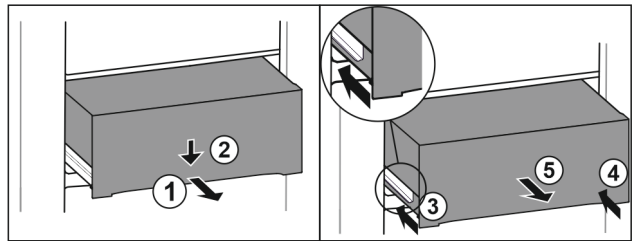

Fig. 100
- ▶ Витягніть ящик на половину. Fig. 100 (1)
- ▶ Спрямуйте висувний ящик вниз спереду. Fig. 100 (2)
- ▶ Вставте ліву рейку приблизно на 2 см. Fig. 100 (3)
- ▶ Вставте праву рейку приблизно на 2 см. Fig. 100 (4)
- ▶ Вийняти висувний ящик рухом вперед. Fig. 100 (5)